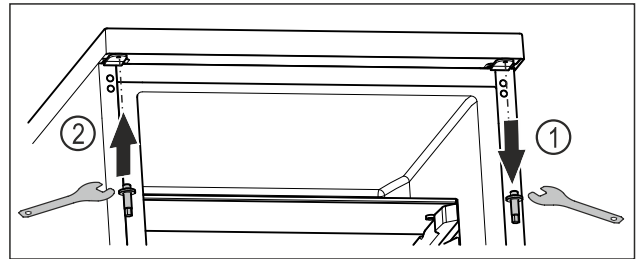

Fig. 23
- ▶ S ključem z zunanjim šestkotnikom odvijte zgornji sornik. Fig. 23 (1)
- ▶ S ključem z zunanjim šestkotnikom trdno privijte sornik na nasprotni strani. Fig. 23 (2)